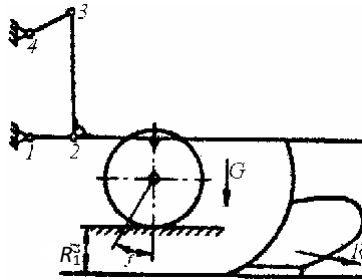

Рис. 1 Схема навесного плуга
4. Определить величину и направление силы  $R_1$ , равнодействующую сил сопротивления почвы  $R_{zx}$ , силы тяжести плуга  $G$  и силы трения полевых досок о стенку борозды  $F$ , если известно, что масса плуга  $m = 600$  кг, глубина вспашки  $a = 0,27$  м, ширина захвата корпуса плуга  $b = 0,35$  м, удельное сопротивление плуга  $k = 0,5 \cdot 10^5$  Н/м2, число корпусов  $n = 4$ , коэффициент трения полевых досок о стенку борозды  $f = 0,5$  (рис. 1).
1. Начертить кинематическую схему плуга (рис. 1) с учетом размеров, указанных в табл. 1.